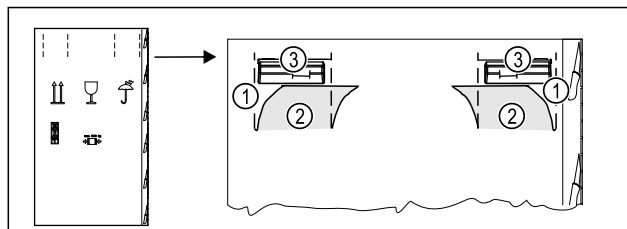

Fig. 4
- ▶ Tryk emballagepappet ind foroven langs *Fig. 4 (1)* perforeringen.
- ▶ Træk de indtrykkede lasker *Fig. 4 (2)* ud.
- ▶ Bærehåndtaget *Fig. 4 (3)* til højre og venstre er synligt.
- ▶ Hold enheden i bærehåndtagene. *Fig. 4 (3)*